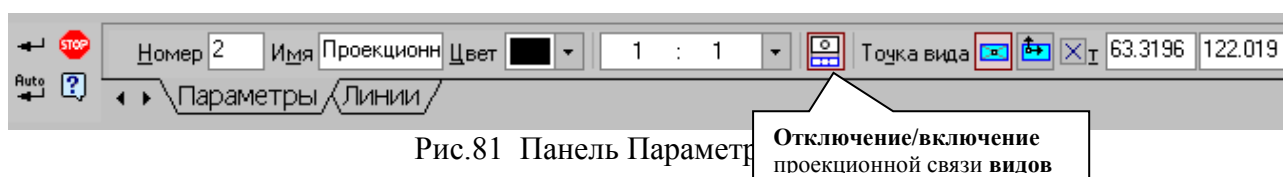

Рис.81 Панель Параметр
3. Вызовите из контекстного меню вида команду Параметры вида (рис.81). Отключите кнопку Проекционная связь.
Возможно отключение проекционной связи с помощью одноименной кнопки на панели Параметры вида (рис.81)